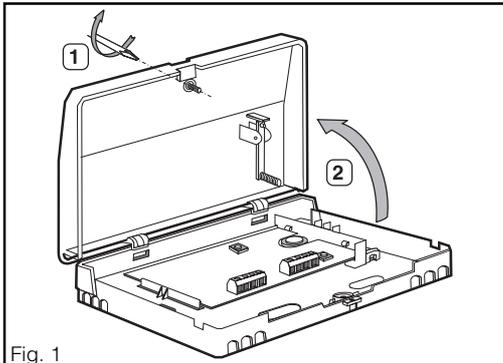
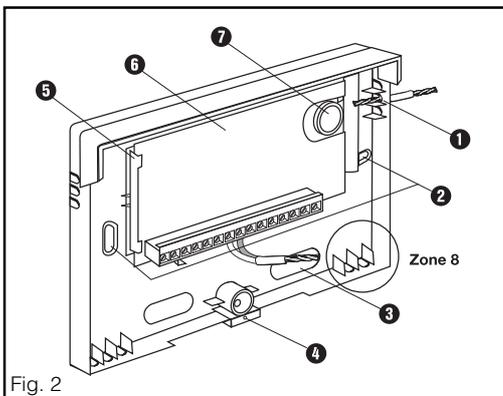
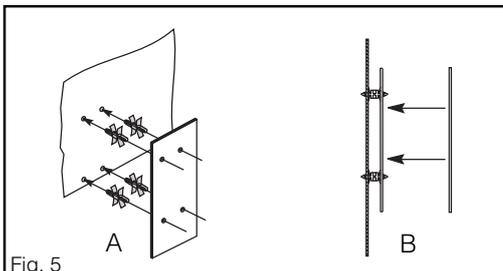

Fig. 1
Fig. 2
Fig. 5
3.1 Ouverture du boîtier (fig. 1)
- 1 - Dévisser la vis de fixation ①.
- 2 - Ôter le couvercle ②.
3.2 Composants du produit (fig. 2)
- 1 - Casser à l'aide d'un tournevis, l'opercule de la vis d'autosurveillance à l'arrachement (⑦ fig.2)
- 2 - Marquer les perçages pour les 2 trous de fixation (② fig. 2) et la vis d'autosurveillance à l'arrachement (⑦ fig. 2)
- 4 - Si nécessaire, casser les parties découpées pour faire passer le câble (A).
- 6 - Fixer l'embase par 2 vis (B)
- 1 - Encliqueter les supports de fixation dans les trous (fig. 5 A)
- 2 - Mettre la carte en place (fig. 5 B)
- 1 - Accrocher le couvercle à la partie supérieure du support (fig. 1).
- 2 - Fermer et visser le couvercle (fig. 1).
- 3 - Utiliser l'oeillet (fig. 2 4) pour un fil de plombage Ø 0,8 mm.